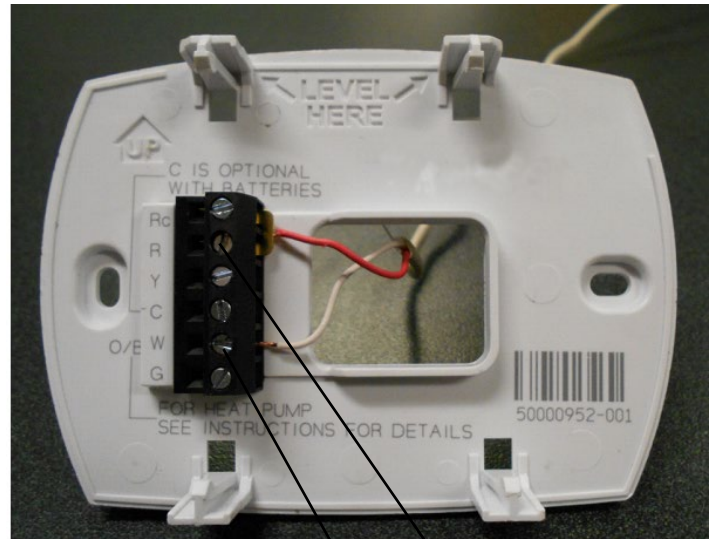

Figure 24.1
2. Connectez le fil du thermostat aux bornes de W et R (consultez la **figure 24.1**)